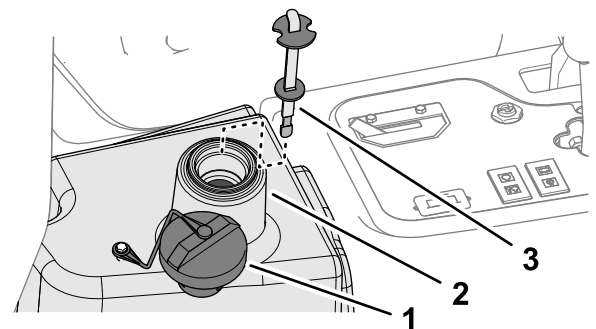

Figure 85
4. Versez environ 22,7 litres de liquide hydraulique dans le réservoir (Figure 85) ; voir Liquides hydrauliques spécifiés \(page 60\).